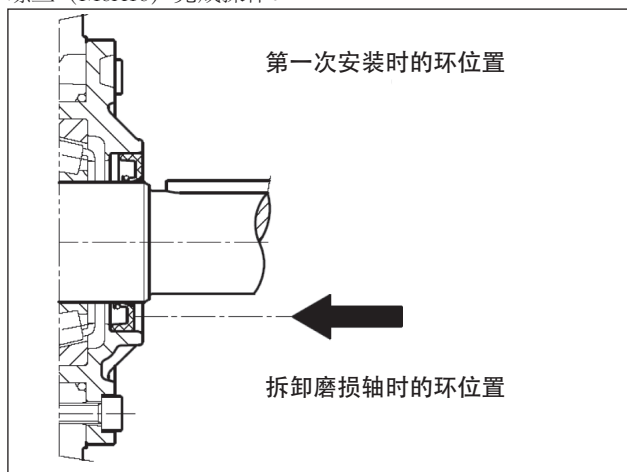

图7
- 如果有必要更换，使用工具（代码27904500）定位新的密封环，如图7所示。
如果泵轴在与密封唇接触的区域有直径磨损，为避免磨削操作，可以重新定位密封环与盖子紧靠，如图7所示。